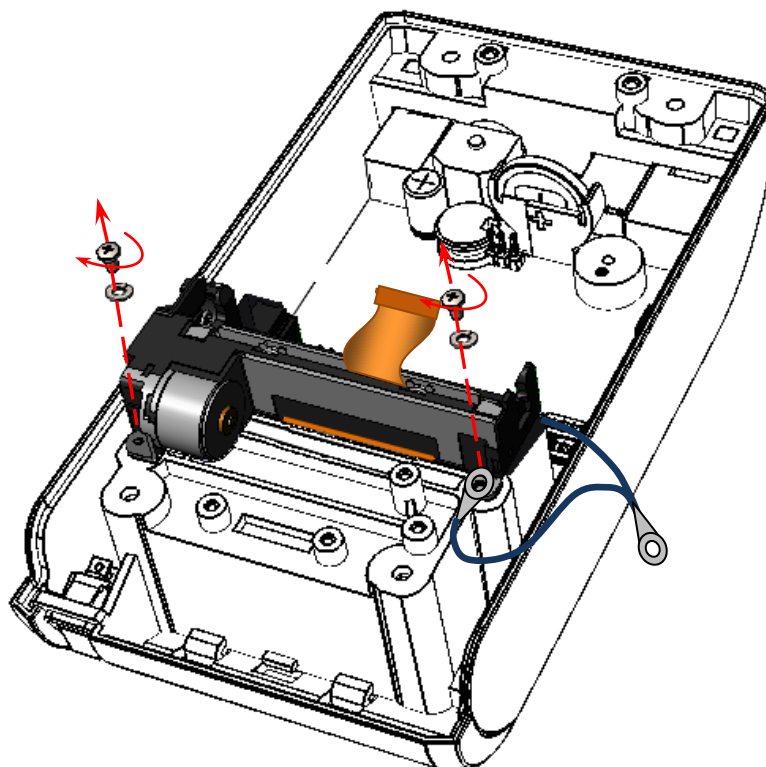

Рисунок 18. Снятие ТПГ (открутить винты крепления)
8. Зафиксировать ТПГ винтами крепления, установив шайбы и установив клемму кабеля заземления на нижней части корпуса изделия (смотрите рисунок 18).